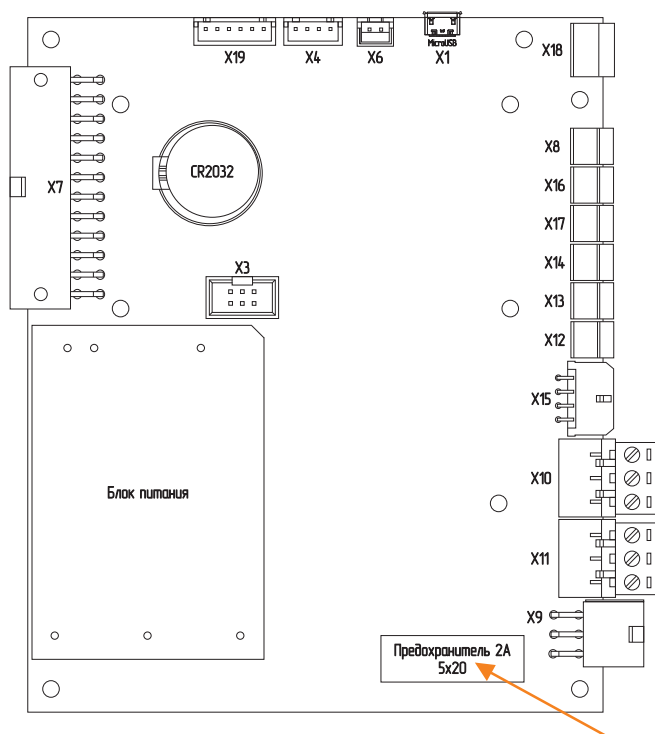

Рис.17 Плата контроллера
3. замените предохранитель (Рис.17) (запасной предохранитель в базовой комплектации котла).